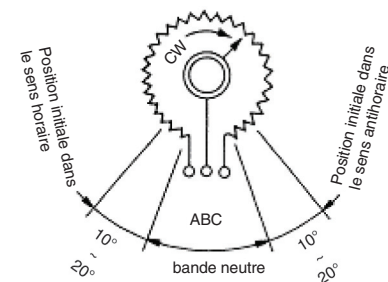

Fig.8 Potentiomètre (IP8100)
- Desserrer la vis de blocage du potentiomètre tout en appliquant l'alimentation et en assurant le courant de sortie puis, tourner le potentiomètre de 10 à 20° en dehors de la bande neutre (voir la Fig.8) afin de déterminer la position initiale. Fixer de nouveau le potentiomètre avec les vis de blocage.